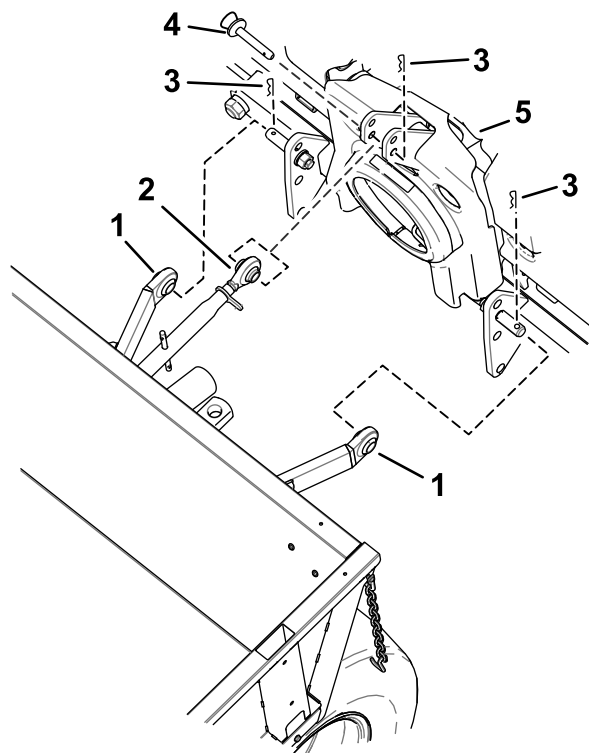

Bild 28
1. Setzen Sie die Maschine langsam zurück und richten Sie die Unterlenker auf die Anschlüsse des Anbaugeräts aus (Bild 28).
2. Sichern Sie die Unterlenker am Anbaugerät (Bild 28).
3. Setzen Sie den Oberlenker auf die obere Verbindung des Anbaugeräts (Bild 28).
4. Befestigen Sie die Oberlenker am Anbaugerät (Bild 28).
4. Lösen Sie den Oberlenker von Anbaugerät (Bild 28).
5. Lösen Sie die Unterlenker vom Anbaugerät (Bild 28).